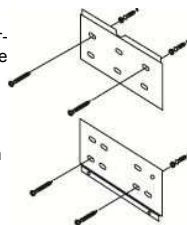

Abb. 1
- 3 Die mitgelieferten Dübel in die Bohrlöcher platzieren, und die Beschläge mit den mitgelieferten oder für den entsprechenden Wandtyp geeigneten Schrauben an der Wand befestigen (siehe Abb. 1). Schwarze Abstandhalter zwischen Wand und Beschlag sowie Unterlegscheiben zwischen Beschlag und Schraubenkopf anwenden.